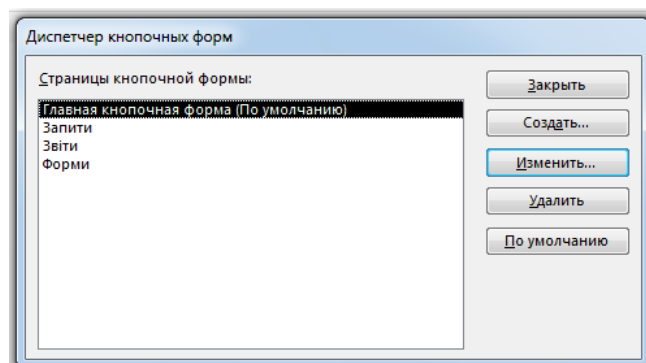

Рис. 38. Вікно Диспетчер кнопкових форм
6. Діючи за аналогією створити сторінки: *Звіти* та *Запити* згідно з рис. 38.